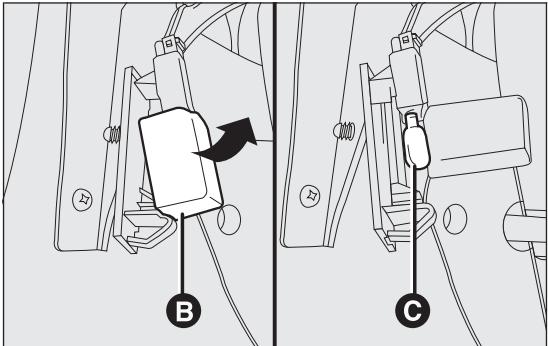

Abb. 123
- Die Lampenabdeckung B Abb. 123 öffnen und die mit Druck eingesetzte Lampe C Abb. 123 austauschen;